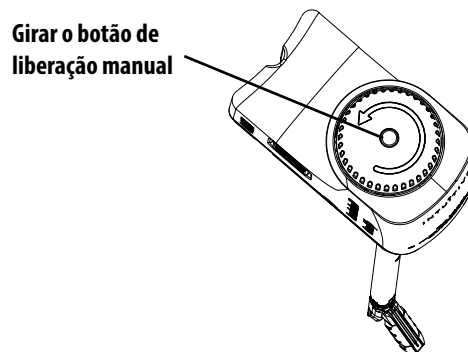

Figura 3.9 Girar o botão de liberação manual
2. Na parte traseira do grampeador, gire o botão de liberação manual no sentido anti-horário (na direção indicada pela seta no botão) até que as mandíbulas estejam abertas e qualquer tecido nelas possa ser removido (Figura 3.9). O número de voltas necessárias para abrir as mandíbulas dependerá de até onde o grampeador foi disparado antes de usar o botão de liberação manual. Se o progresso mostrar que o ciclo de disparo está quase completo quando o botão precisa ser usado, podem ser necessárias **até 13 rotações completas de 360 graus** do botão de liberação manual. Observe que é normal ouvir cliques, pois isso impede que o botão seja girado na direção errada.